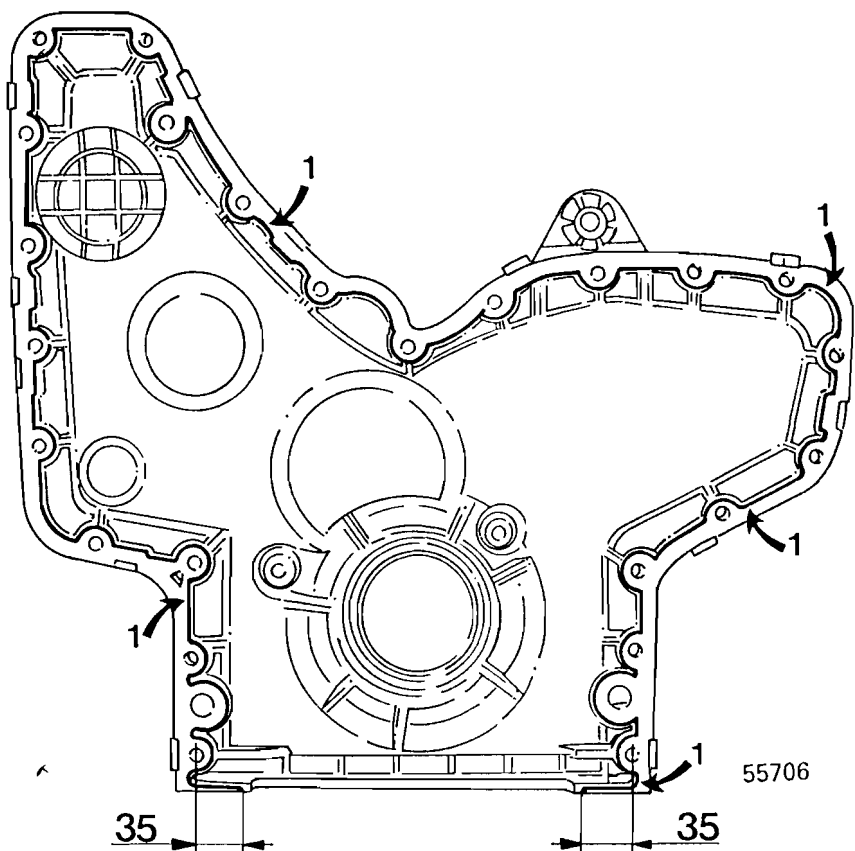

Fig. 152
– Aplicar un nuevo cordón uniforme de 2 mm de sellador en la tapa de la distribución, véase fig. 152.